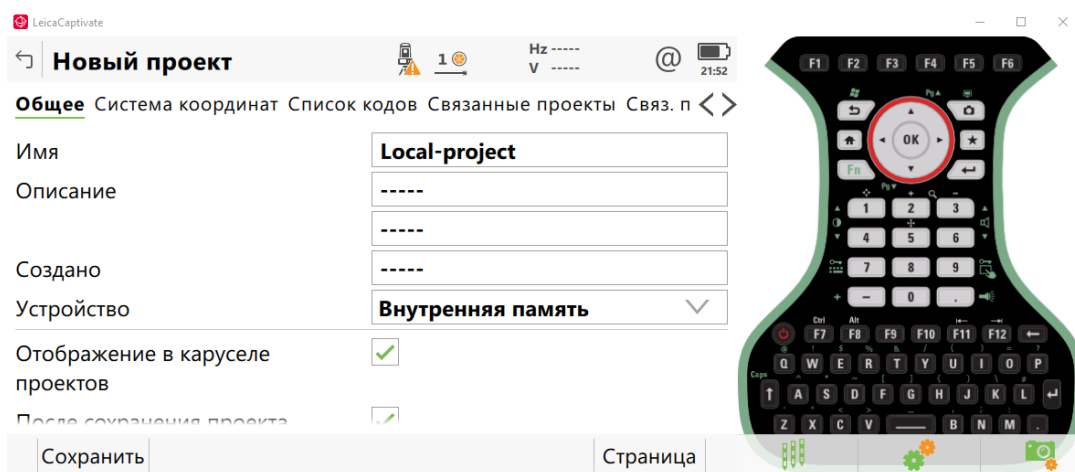

Рисунок 7 – Создание проекта локальной СК
7. Далее создаем проект, в котором будут храниться точки в локальной СК, аналогично созданию проекта «WGS-project» (рис. 7):